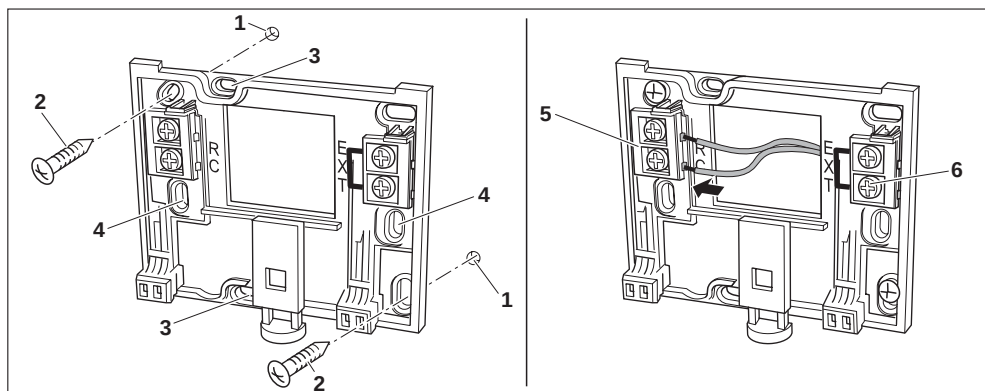

Рис. 3 Монтаж настенного держателя (слева) и электрическое подключение (справа)
- Используйте горизонтальные или вертикальные крепёжные отверстия (рисунок 3, 4).
- Установите настенные держатели (рисунок 3, слева).
- Двужильный кабель шины системы управления энергией (EMS) подключите к клеммам кабеля "RC" (рисунок 3, 5).
- Если RC35 задействуется без наружного датчика для помещения, на клеммах кабеля "EXT" (рисунок 3, 6) необходима перемычка (исходное состояние при поставке).